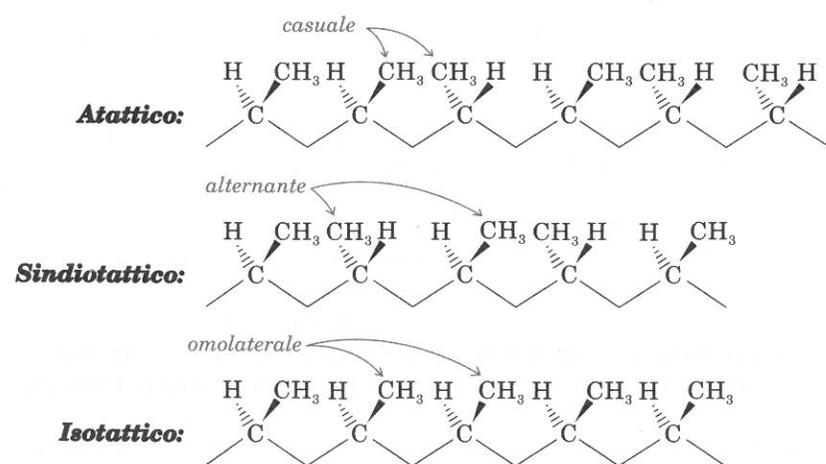

FIGURA 6.3 I tre tipi di molecole di polipropilene.
La polimerizzazione testa a coda può portare a tre tipi di prodotti (Figura 6.3). (1) I gruppi metilici, legati ai centri chirali formati, possono sporgere dalla catena in modo casuale; si ha così un **polimero atattico** (tenero, amorfo). (2) I gruppi metilici possono trovarsi, alternativamente, uno di qua e uno di là, rispetto alla catena; questo è un **polimero sindiotattico**. (3) I gruppi metilici possono essere tutti dalla stessa parte; si ha allora un **polimero isotattico**. I due ultimi tipi di polimeri hanno le catene più ordinate, più vicine le une alle altre, e sono più cristallini.